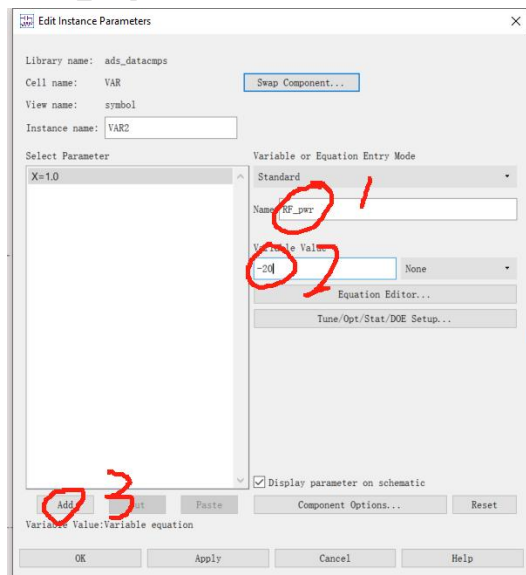

图 3.8 变量参数设置界面
(5) 在原理图窗口工具栏中单击[VAR]按钮，在原理图中插入一个变量控制器，双击变量控制器，如图 3.8 所示设置变量。